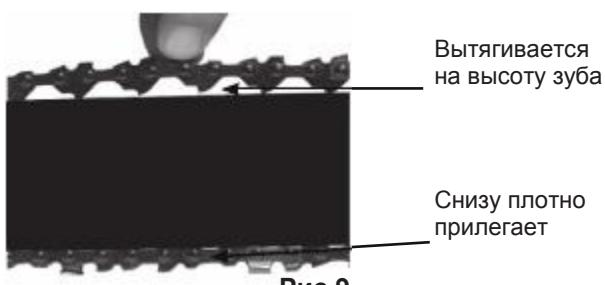

Рис.9
2. Вращайте наружное кольцо до тех пор, пока цепь не будет плотно прилегать к нижней части шины без провиса, на середине шины цепь должна выходить из направляющего паза примерно на высоту зуба (Рис.9). Нажмите на выключатель пилы и протащите цепь по шине. Цепь должна двигаться свободно.